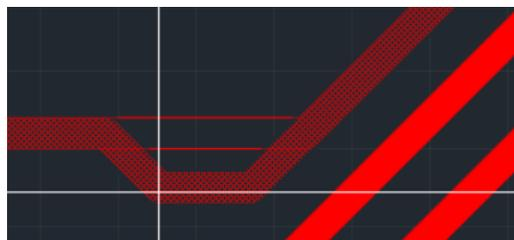

Рис. 292 Сброс ранее заданного скругления
2. Переместите курсор с зажатой кнопкой мыши. Скругление будет сброшено, а геометрия соединения смежных сегментов трека изменена, Рис. 292.